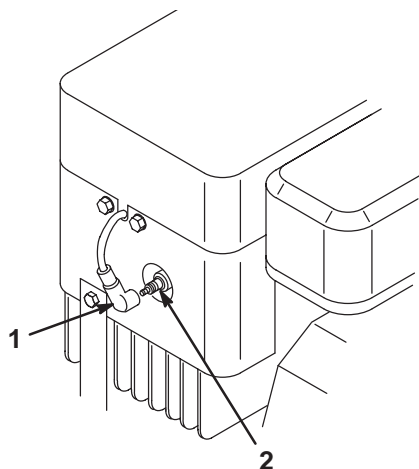

Bild 25
7. Ziehen Sie den Zündkabel ab (Bild 25).
3. Stecken Sie den Zündkabel wieder auf die Zündkerze auf (Bild 25).